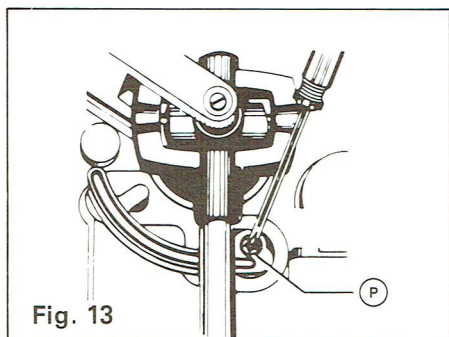

Fig. 13
Si l'intervalle est trop grand ou trop petit (par exemple si vous utilisez une autre cellule de dimension différente), vous pouvez le régler à l'aide de la vis (P) (Fig. 13).